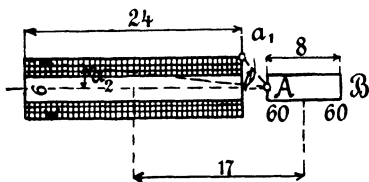

Fig. 42.
Abstand von Stab- und Spulen-Mitte 17 [26] (30) cm beträgt? (Fig. 42.)